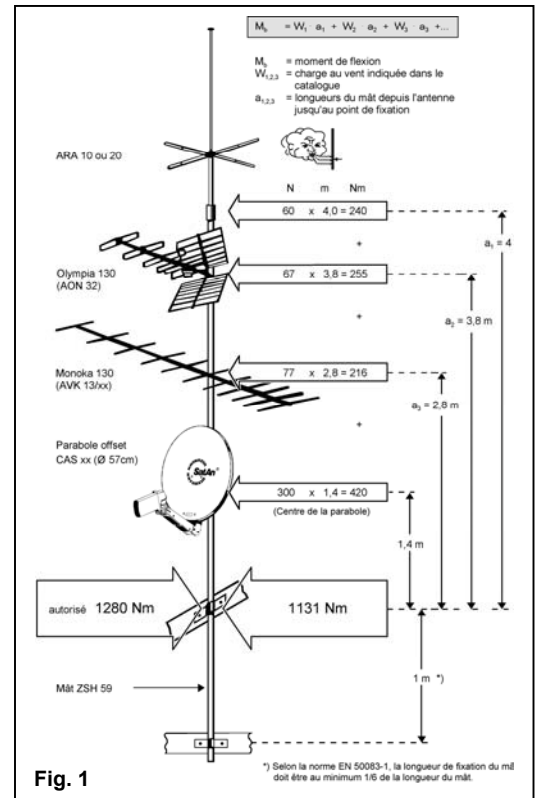

Fig. 1
■ L'assemblage et calcul du mât (Fig. 1)